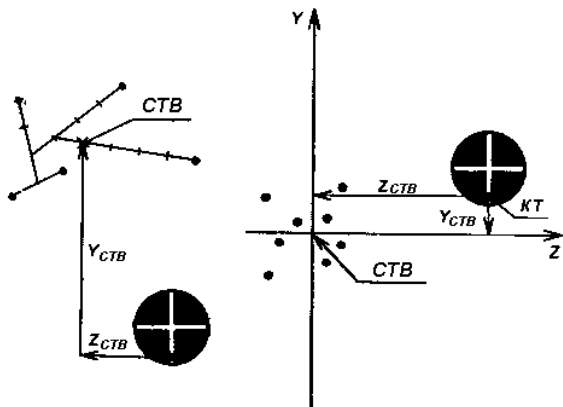

Рис. 102. Графічне визначення середньої точки влучення (СТВ)
- за нормального розсіювання графічно визначити положення середньої точки влучення (СТВ) і замірити її координати щодо контрольної точки (рис. 102);